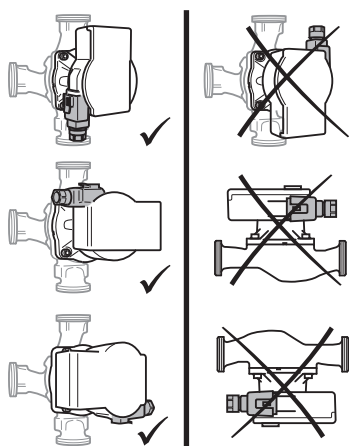

Fig. 2: Posizioni di montaggio
- Scegliere il luogo di installazione conformemente alla posizione di montaggio consentita (Fig. 2).
- Rispettare la posizione di montaggio consentita (Fig. 2) della pompa, all'occorrenza ruotare la testa motore (2 + 6).
**Allineare lateralmente la valvola d'intercettazione in modo tale che eventuali perdite d'acqua non gocciolino sul modulo di regolazione (6).**
- Tenendo ferma la testa motore (2 + 6), svitare le 4 viti del corpo (5).
- Attenersi alla posizione di montaggio consentita (Fig. 2) tenendo conto della freccia di direzione del flusso riportata sul corpo pompa (1).
- Stringere le 4 viti del corpo (5).